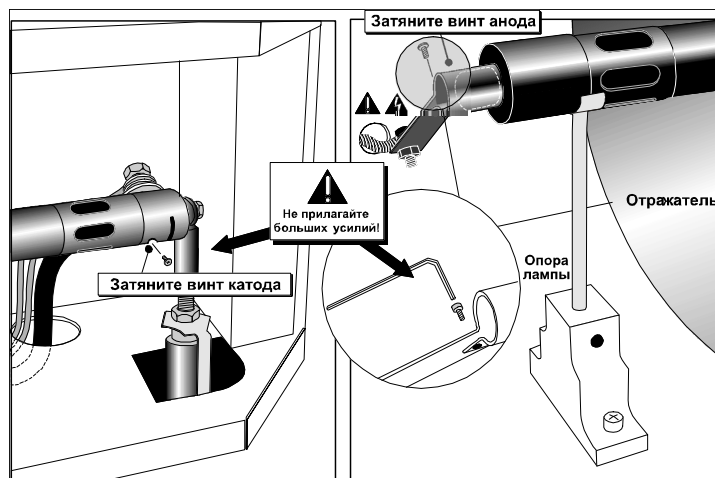

Figure 4-2 Закрепите колбу на катодном (-) и анодном (+) соединителях
- a. Ослабьте фиксирующие винты на отрицательном (катодном) (задний, 7/64 дюйма) и положительном (анодном) (передний, 3/16 дюйма) разъемах лампы. Эти винты показаны на **Figure 4-2**. **Старайтесь прилагать минимальный крутящий момент и НЕ НАЖИМАЙТЕ на кварцевую колбу лампы.**
- c. Закрутите фиксирующие винты на обоих концах лампы (Figure 4-2). **Важно!** *Надлежащее крепление электрических контактов позволяет предотвратить возникновение сопротивления в разъемах лампы. Если вы случайно коснулись кварцевой поверхности лампы голыми руками, очистите ее, как описано в разделе 4.1 Техническое обслуживание и очистка.*